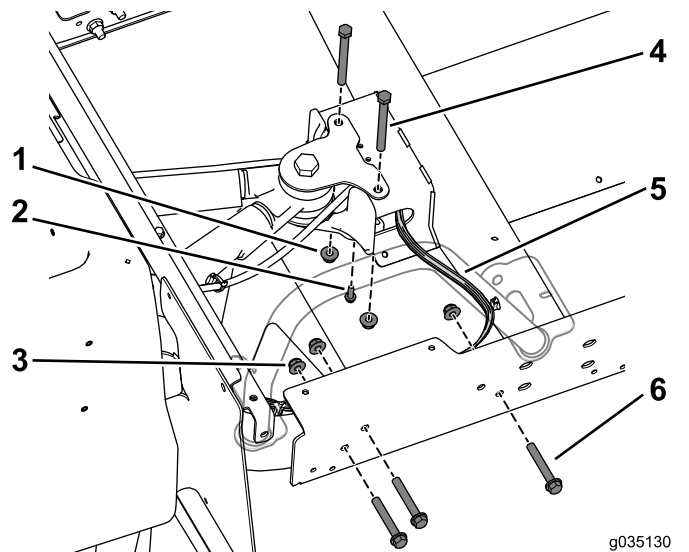

Figure 68
7. Retirez les boulons et les écrous à embase qui fixent le support du bras pivotant au profilé central (Figure 68).